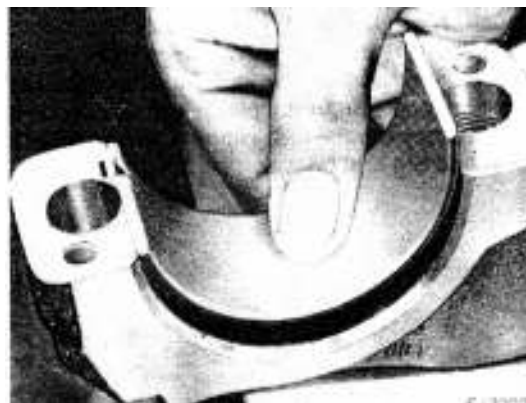

РИС. 36
- 10) Установите новую пару подшипников скольжения в соответствии с размерами шатунных шеек. Убедитесь, что защитные выступы колец вкладышей надлежащим образом входят в пазы посадочного отверстия шатуна и крышки (рис. 36).